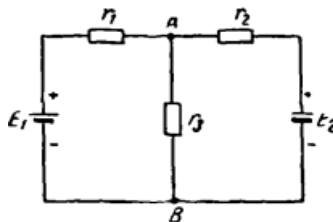

Рис. 7. Схема електричного ланцюга
1. **Метод накладення.** У ланцюзі, що представлено на рис. 7, визначити як розподіляється струм, якщо $E_1 = 27$ В, $E_2 = 24$ В, $r_1 = 3$ Ом, $r_2 = 4$ Ом, $r_3 = 6$ Ом.